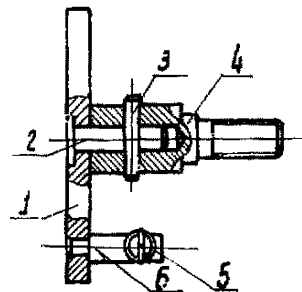

Рис.20. Щелка:
- а) выработку на рабочей поверхности зуба собачки 1 (рис. 20);